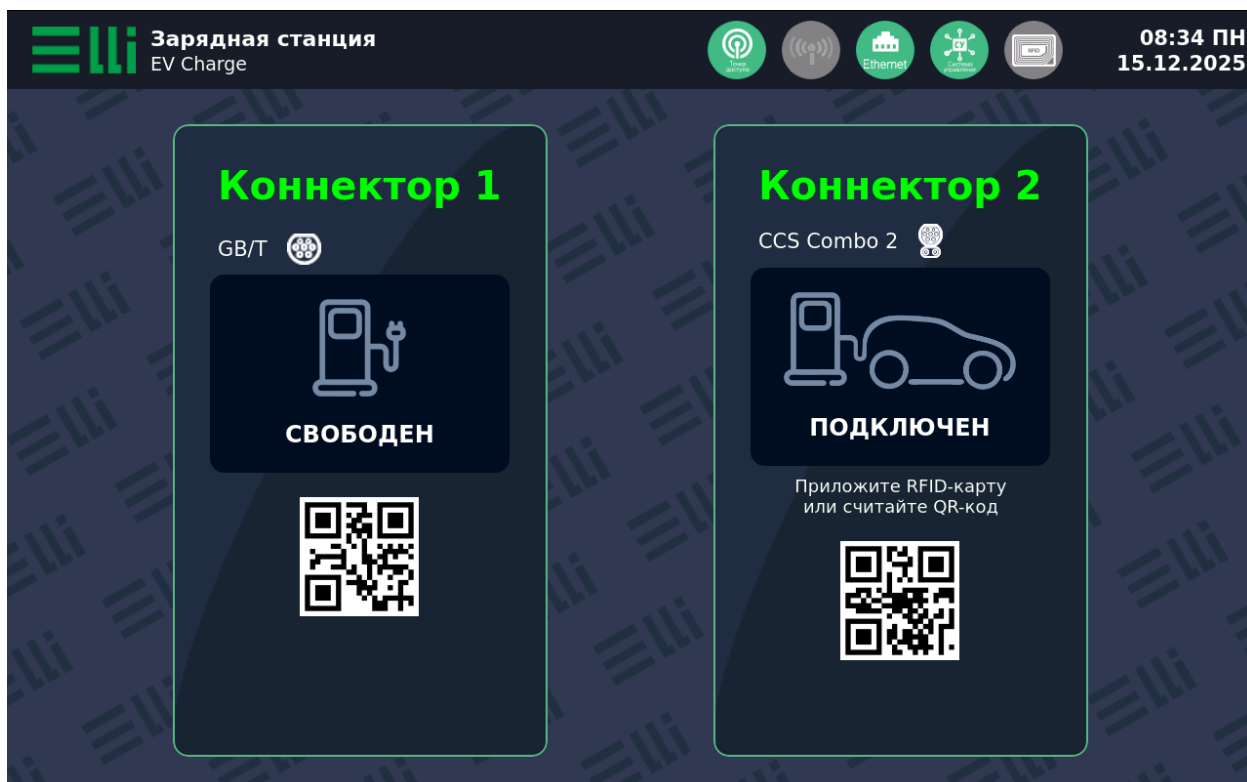

Рисунок 3. Вид основного экрана управления панели оператора с отображением информации о подключении CCS2 коннектора
Подключить CCS2 коннектор к Анализатору CCS2. На экране управления панели оператора во вкладке CCS2 коннектора должна отображаться информация о подключении коннектора (рисунок 3).
2.1. Подключить нагрузочный модуль к Анализатору CCS2. Выставить на Анализаторе CCS2 параметры зарядной сессии: требуемый ток 6 А (поле «EvTargetCurrent»); требуемое напряжение 700 В (поле «EvTargetVolt»); 90% текущей зарядки аккумуляторов (поле «EvRessSOC»). Подключить CCS2 коннектор к Анализатору CCS2. На экране управления панели оператора во вкладке CCS2 коннектора должна отображаться информация о подключении коннектора (рисунок 3)
3.1. Подключить нагрузочный модуль к Анализатору CCS2. Выставить на Анализаторе CCS2 параметры зарядной сессии: требуемый ток 10 А (поле «EvTargetCurrent»); требуемое напряжение 600 В (поле «EvTargetVolt»); 15% текущей зарядки аккумуляторов (поле «EvRessSOC»). Подключить CCS2 коннектор к Анализатору CCS2. На экране управления панели оператора во вкладке CCS2 коннектора должна отображаться информация о подключении коннектора (рисунок 3).